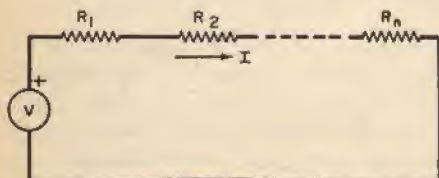

Fig. 12
A) Resistori in serie - Consideriamo n resistori collegati in serie (fig. 12). Applicando la legge di Kirchhoff per la tensione, $V = I(R_1 + R_2 + \dots + R_n) = IReq$, nella quale $Req = R_1 + R_2 + \dots + R_n$ è la resistenza equivalente. La resistenza equivalente di un certo numero di resistori in serie è uguale alla somma dei singoli resistori.